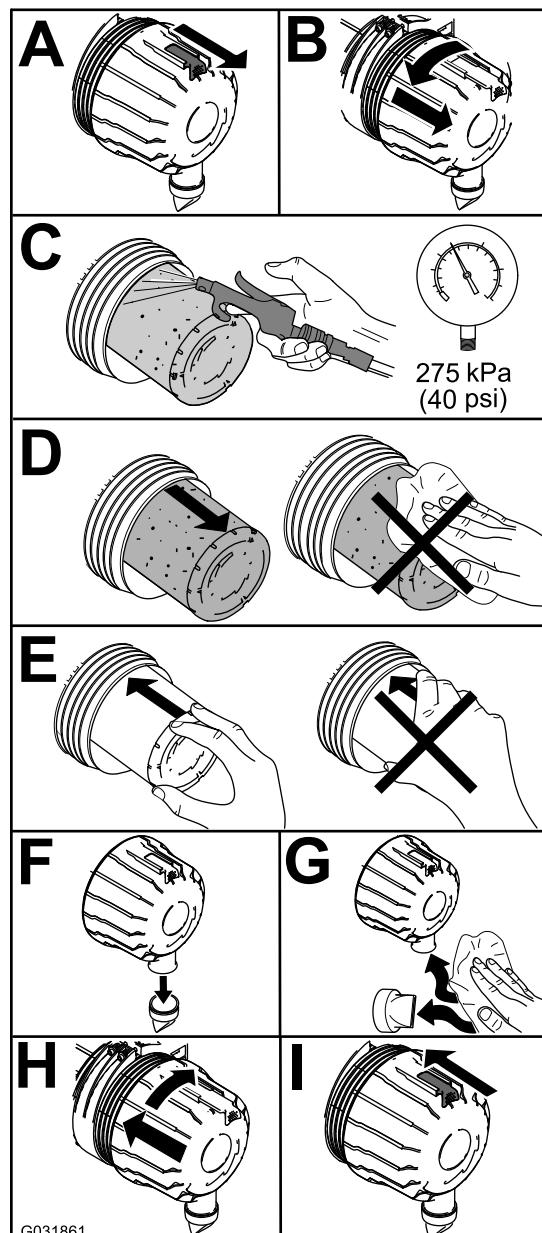

Figura 76
- Sostituite il filtro dell'aria (Figura 76).